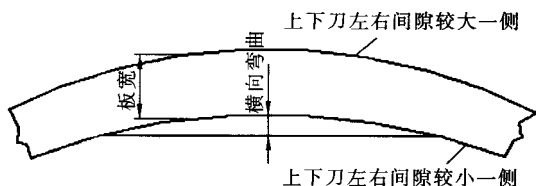

图 4 间隙不平衡引起弯曲
②因毛刺而产生弯曲。纵剪时由于间隙调整不当,使毛刺较大,收卷时因边缘有毛刺,相当于板厚较大,从而产生边缘伸展而弯曲。
③上下刀左右间隙不平衡引起弯曲(图 4)。左右间隙较大时,剪断局部的压痕也较大,则比左右间隙小的一方伸展度大,因此,呈现弯曲现象。特别剪切窄料时更容易产生该现象。所以排刀时必须注意其左右间隙尽量一致。